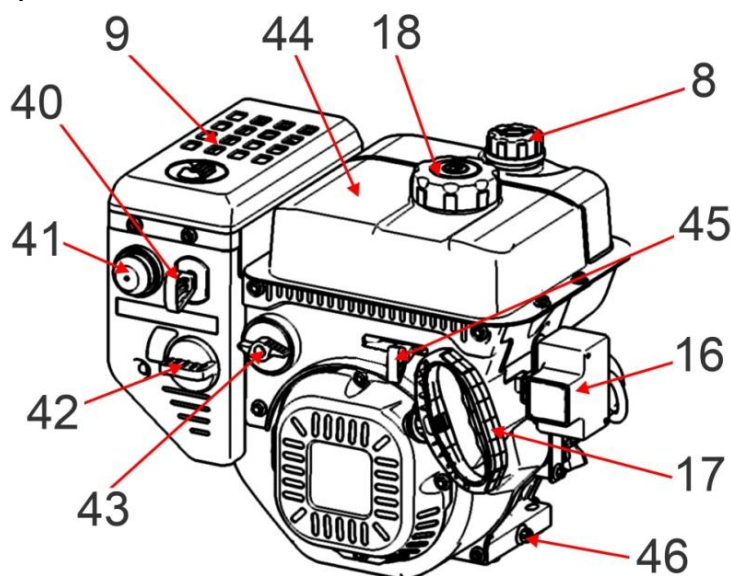

Рис. 12
- Открутите крышку (8). Крышка имеет встроенный щуп уровня масла.
- Снова выньте щуп – и на нем останется метка уровня масла. Если уровень масла меньше нижней линии (L) на щупе, долейте масло до отметки МАКСИМУМ (символ «Н») на щупе.
- Для слива отработанного масла, очистите поверхность около сливной пробки (46)(См. Рис.12).
Органы управления двигателя (См. Рис.12)
- Установите рычаг крана подачи топлива (43)(См. Рис.12) в положение «Открыто» (ON).
- Поставьте рычаг привода воздушной заслонки (42)(См. Рис. 12) в следующее положение:
- Установите рычаг управления оборотами двигателя (дроссельной заслонки)(45)(См. Рис.12) в максимальное положение «Заяц» (влево).
- Нажмите несколько раз на «праймер» (кнопка ручной подачи топлива) (41)(См. Рис.12), что бы накачать топливо в камеру сгорания карбюратора.
- Для электрического запуска «с ключа», вставьте ключ в замок электростартера (16)(См. Рис.12; 13).
- «**ВКЛ**» (ON). Зажигание включено. Двигатель можно запускать ручным стартером.
- 4.3.1. Откройте топливный кран (43)(См. Рис.12).
- 4.3.2. Закройте воздушную заслонку карбюратора (42)(См. Рис.12).
- После запуска двигателя полностью откройте воздушную заслонку карбюратора (42)(См. Рис.12).
- Установите рычаг управления оборотами двигателя (дроссельной заслонки) (45)(См. Рис.12) в положение «Черепаша» (вправо).
- Установите кран подачи топлива (43)(См. Рис.12) в положение «ВЫКЛ» (OFF).